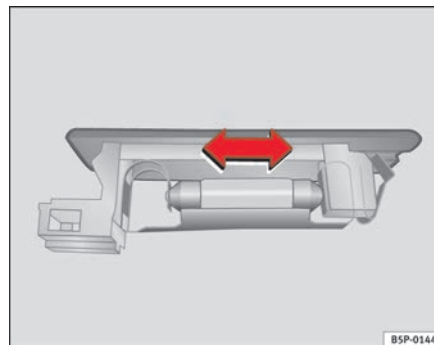

Abb. 169 Gepäckraumbeleuchtung
- Die Lampe zur Seite drücken und aus ihrer Halterung herausnehmen ⇒ Seite 239, Abb. 169. ■